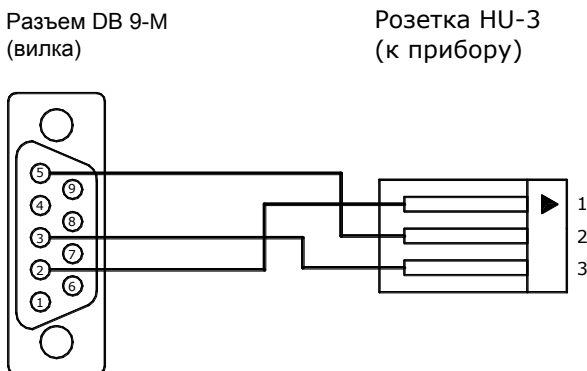
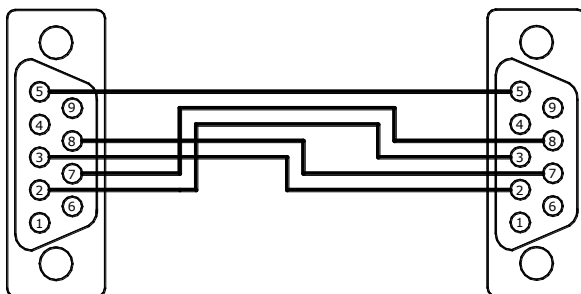

Рис. 5.4 Переходной кабель RS-232C
Рис. 5.5
5.5.2 В случае, когда прибор поставляется с установленным переходным кабелем (см. карту заказа, ПРИЛОЖЕНИЕ А), для считывания данных по интерфейсу RS-232C в ПК необходимо подключить к переходному кабелю, изображенному на рис. 5.4, нуль-модемный кабель (см. рис. 5.5).
5.5.3 Для считывания данных по интерфейсу RS-232C в адаптер переноса данных необходимо подключить адаптер к переходному кабелю (см. рис. 5.4).